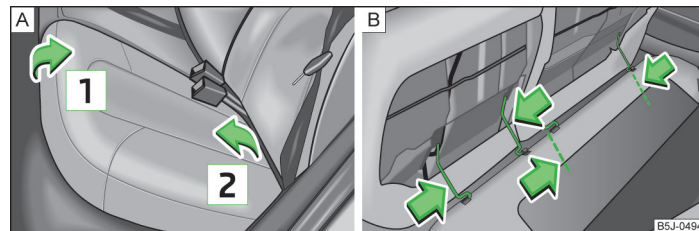

Fig. 41 Rabattement et dépose des assises des sièges
- Levez l'assise du siège en la tirant dans le sens de la flèche **1** » fig. 41 et la rabattez vers l'avant dans le sens de la flèche **2**.
- Poussez l'étrier en fil de fer dans le sens de la flèche » fig. 41 - **B** et sortez l'assise du support.
- Poussez les étriers en fil de fer dans le sens de la flèche » fig. 41 - **B** et insérez-les dans le support.